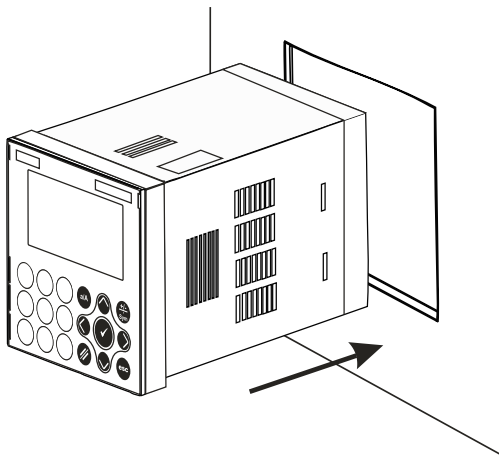

Рисунок 10.2 — установка контроллера EPLC96 в монтажную панель
- 3) Установить контроллер в окно монтажной панели (см. Рисунок 10.2);